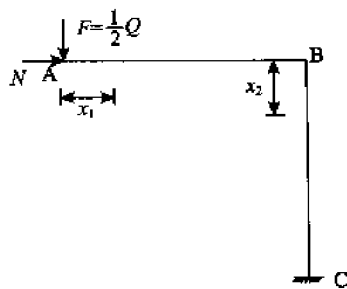

图 11-12(a)
- (1) 将重物 Q 当作静载荷垂直向下作用于 A 点时,绘制刚架的弯矩图;
- (2) 求 A 点的垂直位移;
- (3) 当重物 Q 由高 h 处自由落体向下冲击刚架时,求刚架的最大正应力。(南京航空航天大学,2002 年)
解 (1) 设 $F = \frac{1}{2}Q$, 由结构对称性取半结构分析如图 11-12(a) 所示: